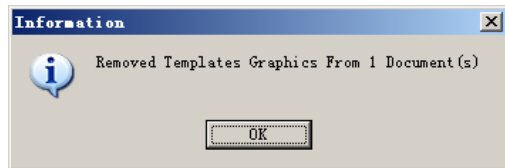

图 2.71 “Information”消息框
(3) 选择“Just this document”项，单击“OK”按钮，弹出如图 2.71 所示的“Information”消息框，要求用户确认移除文档模板的操作。